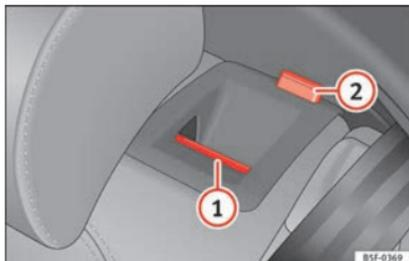

Fig. 151 Dans le dossier de la banquette arrière : touche de déverrouillage (1) ; repère rouge (2).
- Tirez la touche de déverrouillage » fig. 151 (1) vers l'avant et, en même temps, rabaissez le dossier.
- Le dossier arrière est débloqué quand le repère rouge est visible sur la touche (2).
Le dossier arrière est débloqué quand le repère rouge est visible sur la touche » fig. 151 (2).